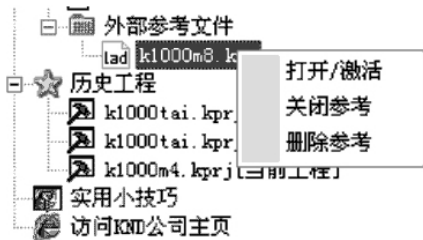

图 4.33 参考“梯图文件”的右键菜单
- 3、导入的参考文件将作为“外部参考文件”项目的子项目存在，右键单击参考列表中的梯图文件，会弹出如图 4.33 所示的右键菜单。通过该菜单可以对该参考文件进行打开、激活、关闭或删除操作。